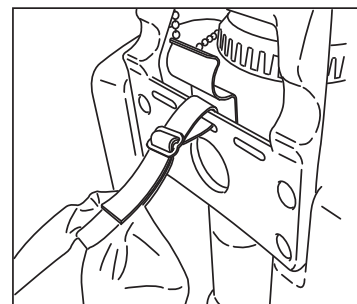

Figure 5.
6. Installez la sangle simple des bandoulières à travers la fente centrale de la poignée de transport. Tirez la sangle sur la barre et fixez à travers la boucle. **Voir la figure 5.**